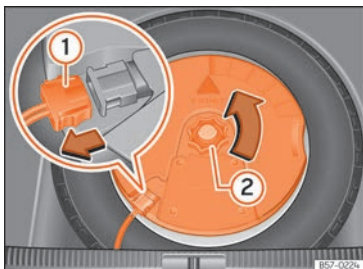

Fig. 192 En el maletero: desmontar el subwoofer.
- Desconecte el cable del altavoz subwoofer >>> fig. 192 (1).
- Gire la ruedecilla de fijación en sentido contrario a las agujas del reloj >>> fig. 192 (2).